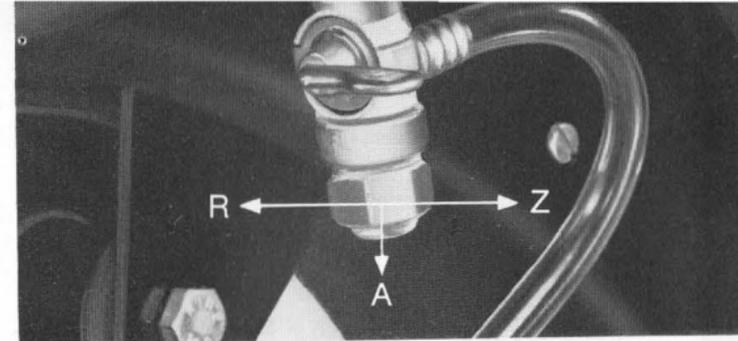

Bild 9
- 16 = Kraftstoffhahn (verdeckt, s. Bild 9)
### Kraftstoffhahn (Bild 9)
Kraftstoffhahn (Bild 9) schließen (Stellung Z). Zündung durch Zünd-/Lichtschalter (5/3) unterbrechen.